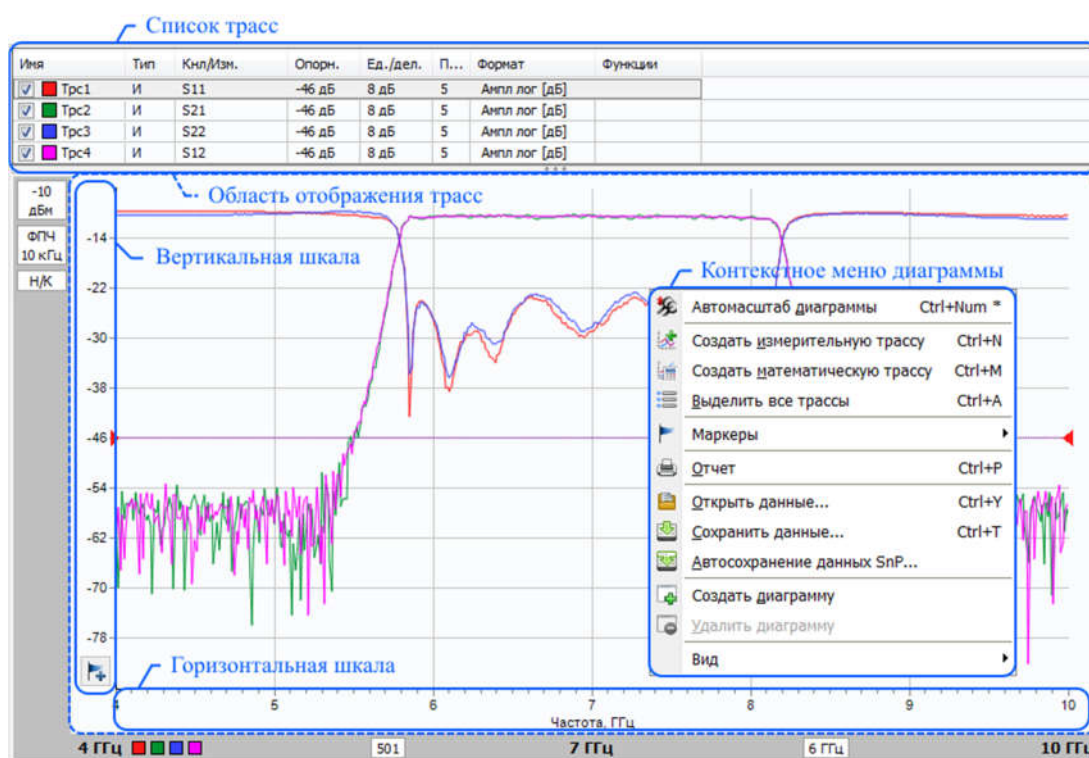

Рисунок 2.44 – Диаграмма и ее контекстное меню
2.3.2.4.5 Вкладка «Диаграмма» главного меню ПО дублирует контекстное меню активной диаграммы (рисунок 2.44).